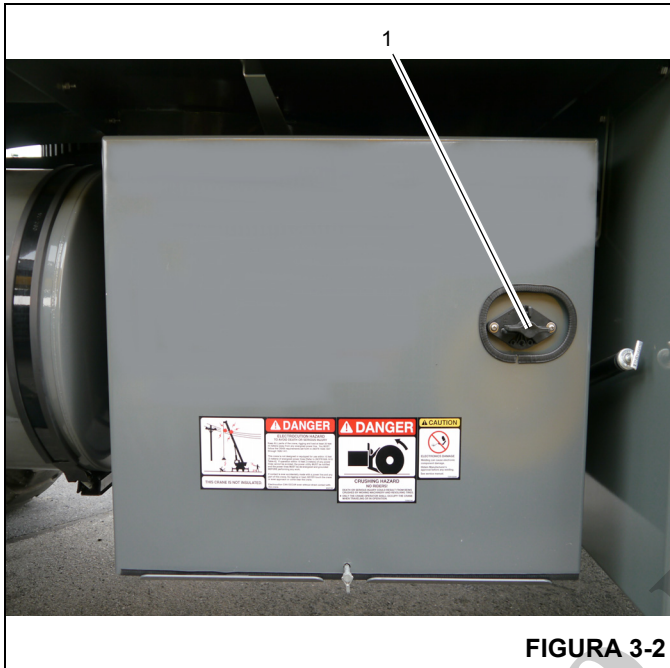

FIGURA 3-2
Hay un interruptor de desconexión (1) (Figura 3-2) ubicado a la derecha de la caja de la batería. Para desconectar las baterías, coloque el interruptor en la posición de desconexión. Coloque el interruptor en la posición de conexión para conectar las baterías.